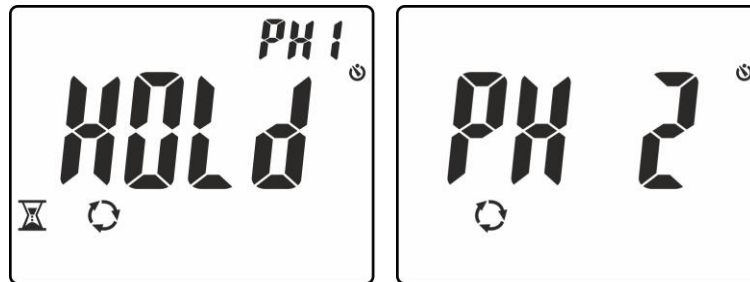

Fig. 12: Reconnaissance de la phase L1 et attente de la phase L2.
4. Dans des conditions correctes de tension et de fréquence, l'instrument affiche le message «**HOLD**», les symboles  et «PH1» et il émet un son continu dans l'attente de la reconnaissance d'une valeur stable de tension sur la phase L1 (voir Fig. 12 – à gauche)
5. **Ne pas retirer l'embout de la phase L1** jusqu'à ce que le message «**PH 2**» clignote à l'écran (voir Fig. 12 – à droite)